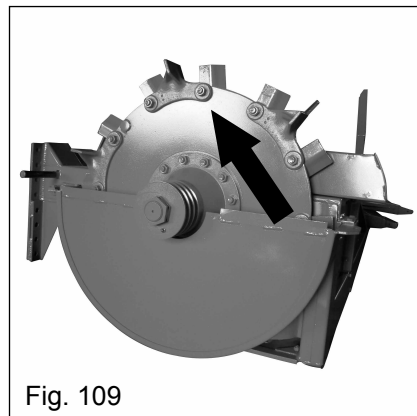

Fig. 109
a) Efetue o procedimento de desmontagem conforme item "a" até o item "e", citados no item 10.8;
b) Solte o parafuso (Fig. 109) da palheta do rotor, efetuando uma operação de cada vez. Retire uma palheta e substitua por uma palheta nova, fixando os parafusos novamente;
c) Depois de substituído as palhetas do rotor picador, para efetuar a montagem dos conjuntos proceda no sentido inverso citado no item "a" até o item "e" do item 10.8.